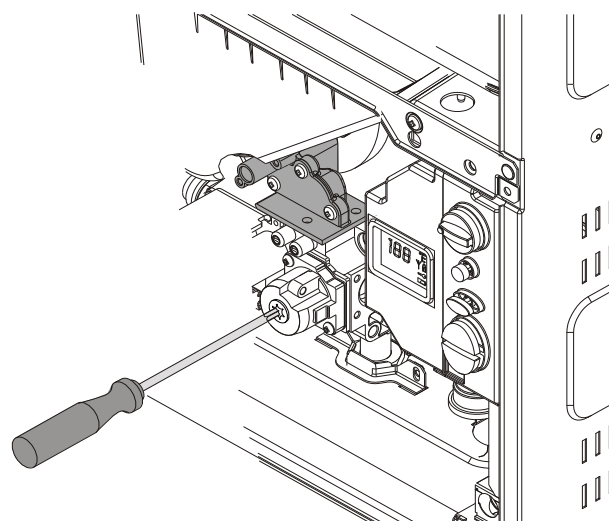

Fig. 45
- ▶ Enlevez le capuchon de vis Torx no 40 peint en jaune sur le devant de la valve à gaz (Fig. 45). Une vis Torx no 40 en plastique apparaîtra.